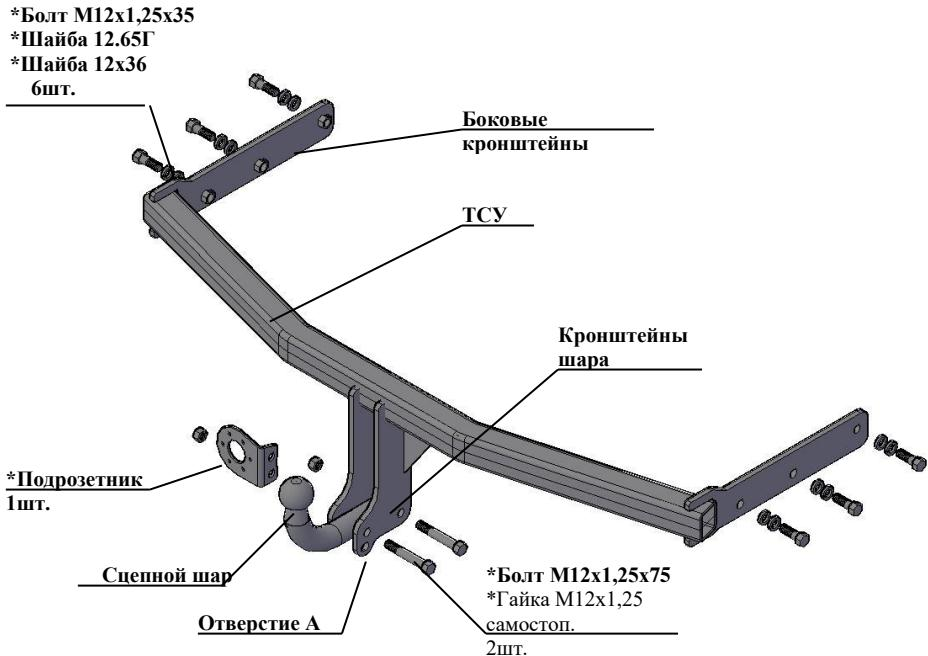

Рис.1 Тягово-сцепное устройство 8120
2.1 ТСУ 8120 в сборе (рис.1) 1 шт.
2.2 Пакет с комплектующими (см. рис.1) 1 шт.